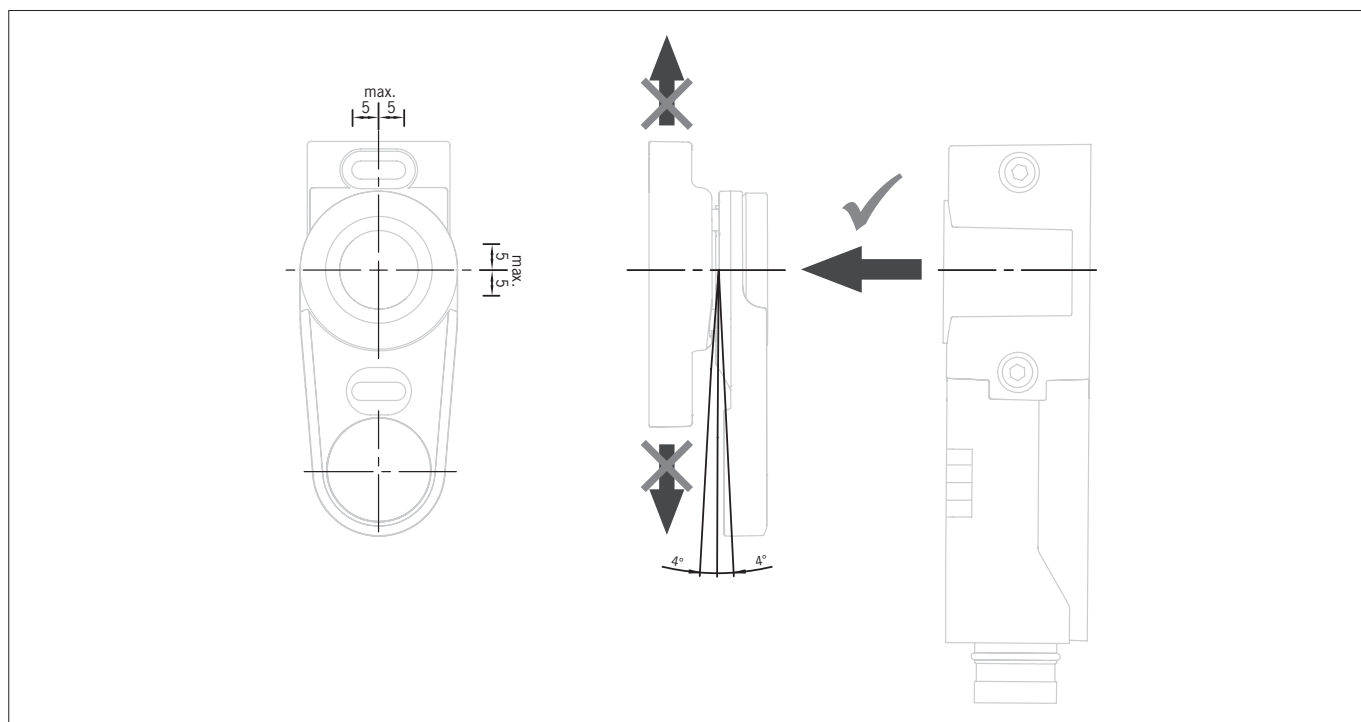

Figura 3: Dirección de ataque, holgura central máxima y movimiento máximo del actuador
- › Al abrirse la puerta de protección, el actuador debe desplazarse frontalmente desde el interruptor (véase la *Figura 3: Dirección de ataque, holgura central máxima y movimiento máximo del actuador en la página 10*).